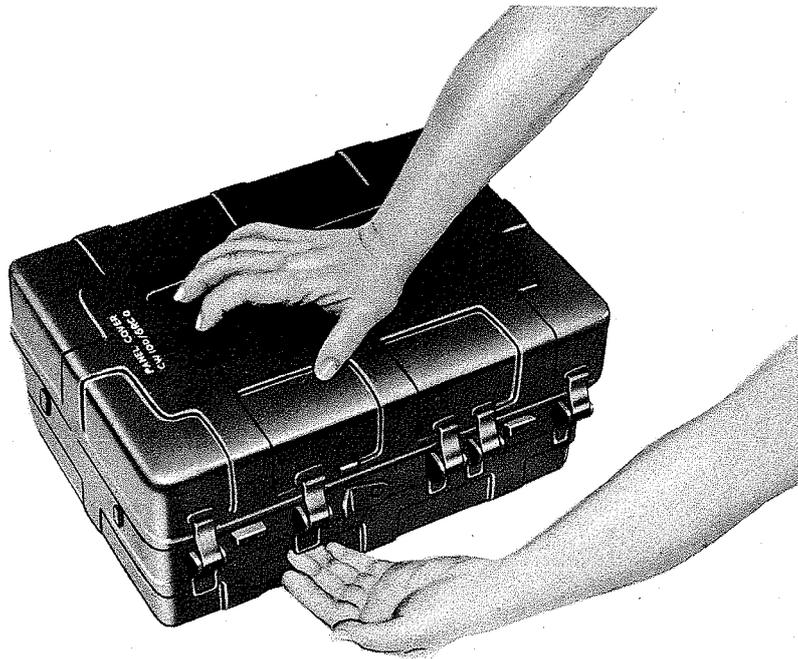

Bild 11 Lösen des Gerätedeckels
b) Das Gerät ist wasserdicht. Um das Eindringen von Wasser zu verhindern, ist der Deckel CW-109/GRC-9 mit einem Gummiwulst versehen (siehe Bild 11).
c) Nach Lösen des Deckels können Sender und Empfänger einzeln entnommen werden. Anleitung hierzu: siehe Bild 11 und 12.